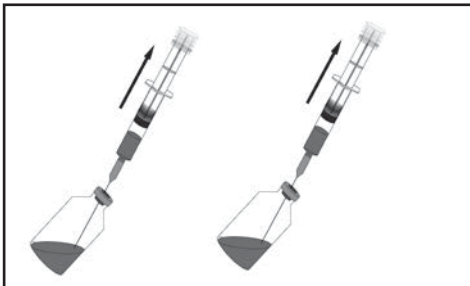

Abbildung 8.
2.1 Das Medikament mit zwei 60-ml-Beladungsspritzen aufziehen; dabei 37,5 ml des Medikaments in jede Spritze aufziehen (insgesamt 75 mg). Für eine bessere Durchmischung eine kleine Luftblase (maximal 1 ml) in beiden Beladungsspritzen belassen. (Abbildung 8)